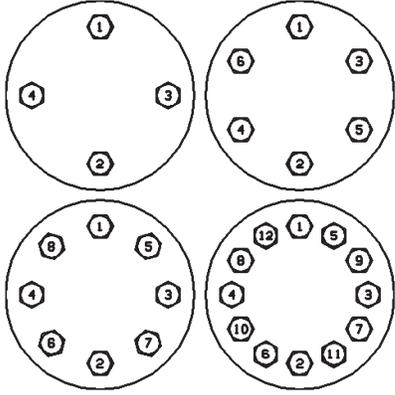

Figura 8: Sequenza di serraggio
1. Lubrificare le filettature dei prigionieri (6) e le superfici di contatto dei dadi (7).
2. Montare i dadi (7) sui prigionieri (6) manualmente e serrare uniformemente a mano in modo che le parti interne rimangano al loro posto. La superficie o la flangia del bonnet deve essere parallela alla superficie superiore del corpo della valvola.
3. Serrare uniformemente i dadi (7) del corpo applicando la coppia in incrementi e le sequenze come definito in Tabella 2 e Figura 8.